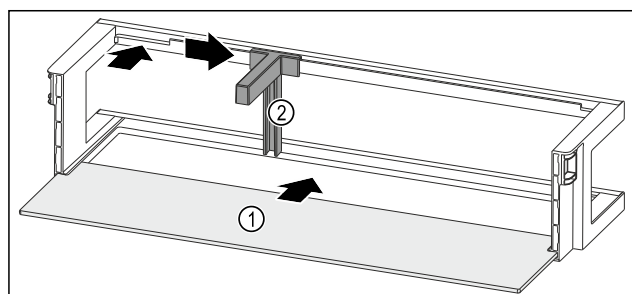

Fig. 166 Лотки на дверцятах з полицю
- ▶ Всуňte полицю Fig. 166 (1) в бокові пази.
- ▶ Вставте тримач пляшок Fig. 166 (2) у паз.
- ▶ Пересуньте тримач пляшок Fig. 166 (2) убік до бажаної позиції.